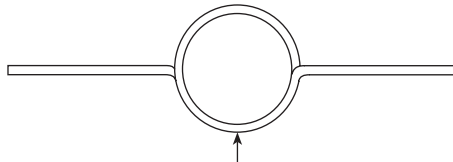

图 11.
2. 取下探头 (如果已安装) 并将一对检查线安装到探杆的末端, 彼此成 90° , 距离探杆末端最大 10 mm (3/8"), 参见图11和12。